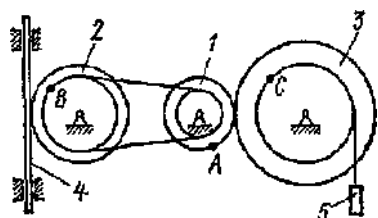

Рис. 8.1
**8.4.** Механизм состоит из ступенчатых колес 1 – 3, находящихся в зацеплении или связанных ременной передачей, зубчатой рейки 4 и груза 5, привязанного к концу нити, намотанной на одно из колес (рис. 8.1 – 8.6, таблица 8.1). Радиусы ступеней колес равны соответственно: у колеса 1 –  $r_1 = 3 \text{ см}$ ,  $R_1 = 6 \text{ см}$ , у колеса 2 –  $r_2 = 8 \text{ см}$ ,  $R_2 = 12 \text{ см}$ , у колеса 3 –  $r_3 = 15 \text{ см}$ ,  $R_3 = 20 \text{ см}$ . На ободьях колес расположены точки A, B и C.